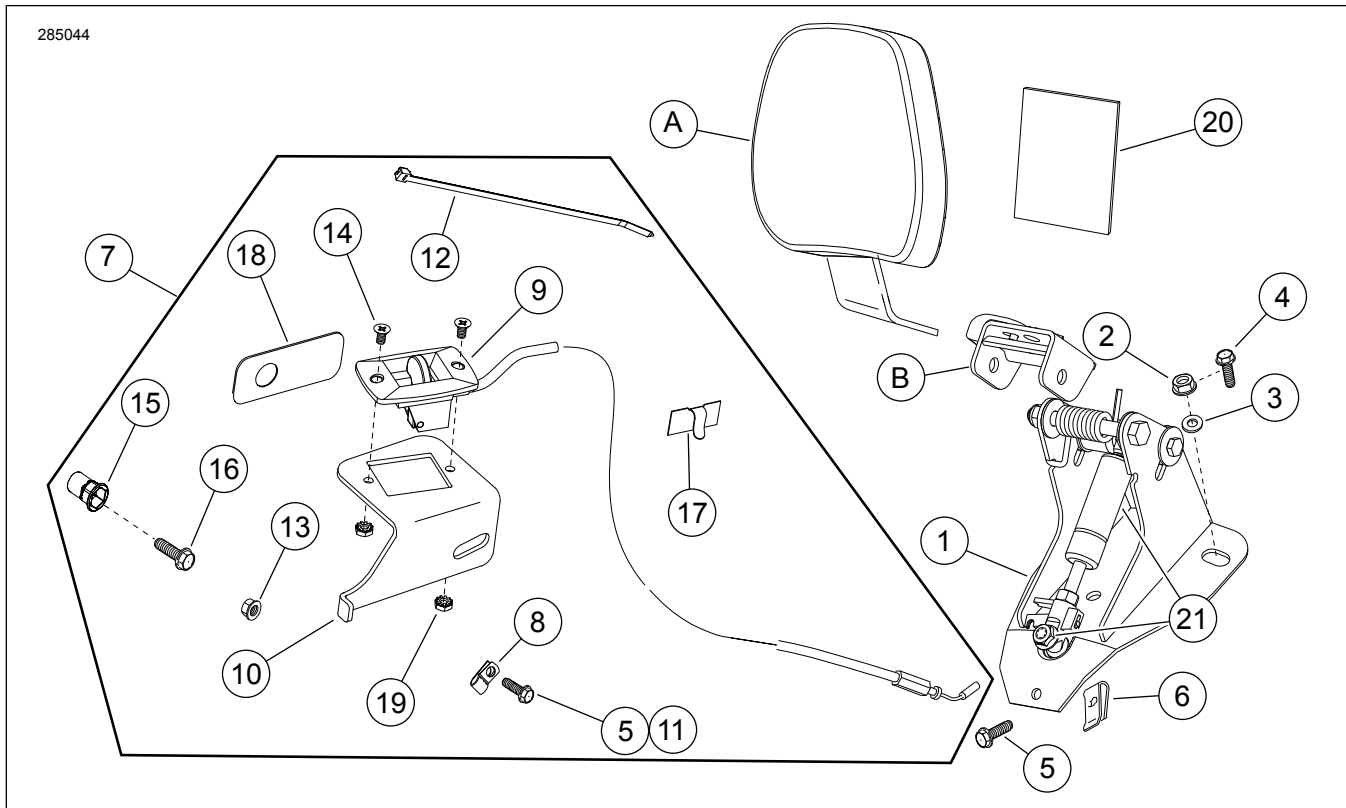

Figure 14. Pièces de rechange : Kit de matériel de montage du dossier réglable du passager
7. Consultez Figure 14 . Prendre le support (10) de la poignée d'actionneur dans le kit.
8. Consultez Figure 14 . Insérer le câble (partie de l'article 9) à travers l'ouverture dans le support de la poignée réglable (10), comme indiqué. Installer la poignée réglable (partie de l'article 9) dans le support (10) à l'aide des deux vis (5). Serrer fermement les vis, mais pas excessivement.
15. **Modèles californiens avec le tube de bidon d'évaporateur** : consulter Figure 14 . Prendre la pince adhésive (17) dans le kit. Nettoyer la zone plane du support de la poignée réglable à peu près à l'endroit où la pince du tuyau en plastique de série a été retirée à l'aide d'alcool isopropyl. Fixer la pince au support et acheminer le tube d'évaporateur à travers la pince. Plier la pince vers le bas pour attraper le tube en toute sécurité.
17. Consultez Figure 3 . Installer la poignée de réglage (2) du dossier dans le support (1) de la poignée réglable comme indiqué avec les vis plates fournies (3) (article 5, Figure 14 ). Serrer les vis correctement.
2. **Pour les modèles 1999 et ultérieurs :** consulter Figure 14 . Installer le support (1) du dossier comme indiqué à l'aide des écrous à embase (2), des rondelles (3) et de la vis (5). **Modèles 1997-1998 :** utiliser les vis hexagonales (4) et les rondelles (3).
4. Consultez Figure 14 . Prendre le protecteur de selle (20).